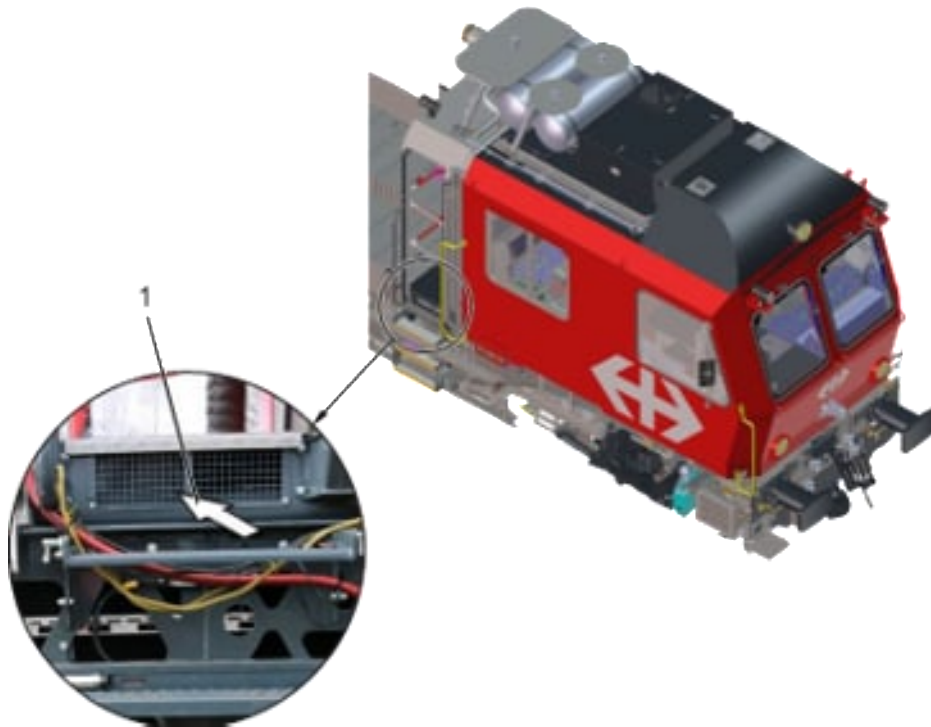

Abb. 19: Verbrennungslufteintritt (M2)
Die Verbrennungsluft des M2 wird in Fahrtrichtung 1 rechts, seitlich unterhalb des Überstiegs angesaugt, siehe Abb. 19 (1).